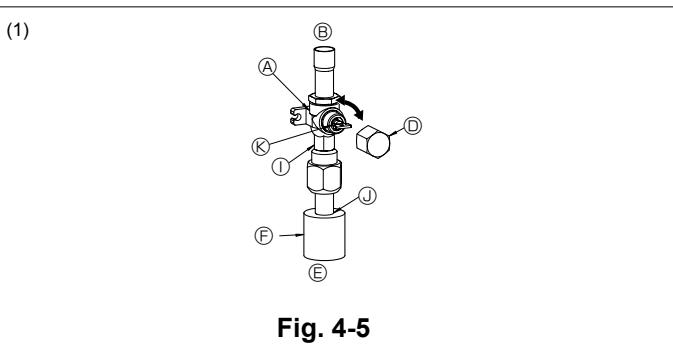
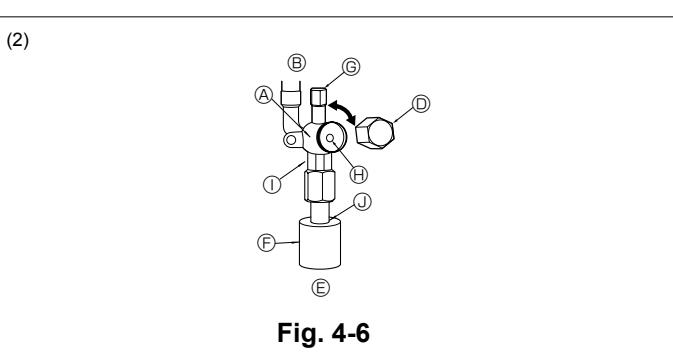

Fig. 4-5
Fig. 4-6
(1) Côté gaz de A24-A42 (Fig. 4-5)
- ① Enlever le capuchon, ramener la poignée vers soi et la tourner d'un quart de tour en sens inverse des aiguilles d'une montre pour ouvrir la vanne.
- ② Vérifier que la vanne d'arrêt est complètement ouverte, appuyer sur la poignée et tourner le capuchon pour le ramener sur sa position d'origine.
- (2) Côté liquide de A24-A42 et côté gaz/liquide de A12, A18 (Fig. 4-6)
- ① Retirez le bouchon, et tournez la tige de soupape à fond dans le sens antihoraire avec une clé hexagonale de 4 mm. Arrêtez de tourner quand elle frappe la retenue. (ø6,35, 1/4 inch: env. 4,5 tours) (ø9,52, 3/8 inch: env. 10 tours)